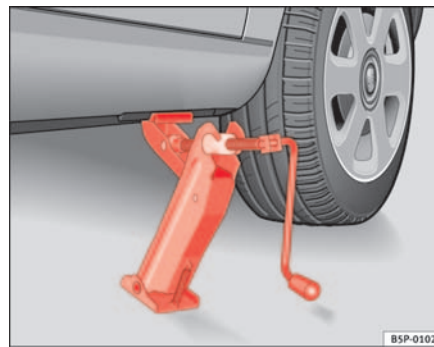

Abb. 157 Wagenheber
- Richten Sie den Wagenheber so aus, dass seine Klaue den Steg des Unterholms umfasst und die bewegliche Grundplatte plan auf dem Boden aufliegt ⇒ Seite 236, Abb. 157.